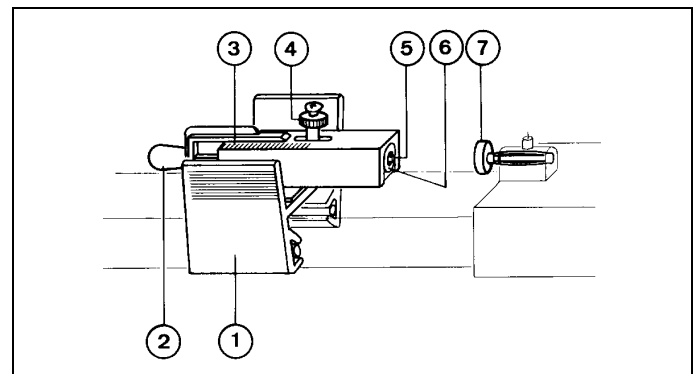

Fig. 2
2.2 Stoßvorrichtung (337 58) zur Luftkissenfahrbahn, siehe Fig. 2
- ① Stoßvorrichtungsträger (feststellbar)
- ② Spanngriff mit Auszugsanzeiger
- ③ Millimeterskala für Stößelhub
- ④ Feststellschraube für Stößelhub
- ⑤ Stößel
- ⑥ Haltemagnet
- ⑦ Prallplatte (ferromagnetisch), zum Aufstecken auf einen Fahrbahngleiter
Stoßvorrichtung gemäß Fig. 2 auf der Fahrbahn festklemmen und Stößelhub mittels Feststellschraube ④ so einstellen, daß gerade noch Impuls auf den Gleiter mit aufgesteckter Prallplatte ⑦ übertragen wird.
2.2 Catapult (337 58) for air track, see Fig. 2
- ① Catapult carrier (lockable)
- ② Pull handle with tensioning indicator
- ③ Millimeter scale for tappet stroke
- ④ Setscrew for tappet stroke
- ⑤ Tappet
- ⑥ Holding magnet
- ⑦ Impact plate (ferromagnetic), to be plugged onto a slider
Fix the catapult onto the track according to Fig. 2 and adjust tappet stroke by means of setscrew ④ so that just a slight impulse is transferred to the slider with plugged-on impact plate ⑦.